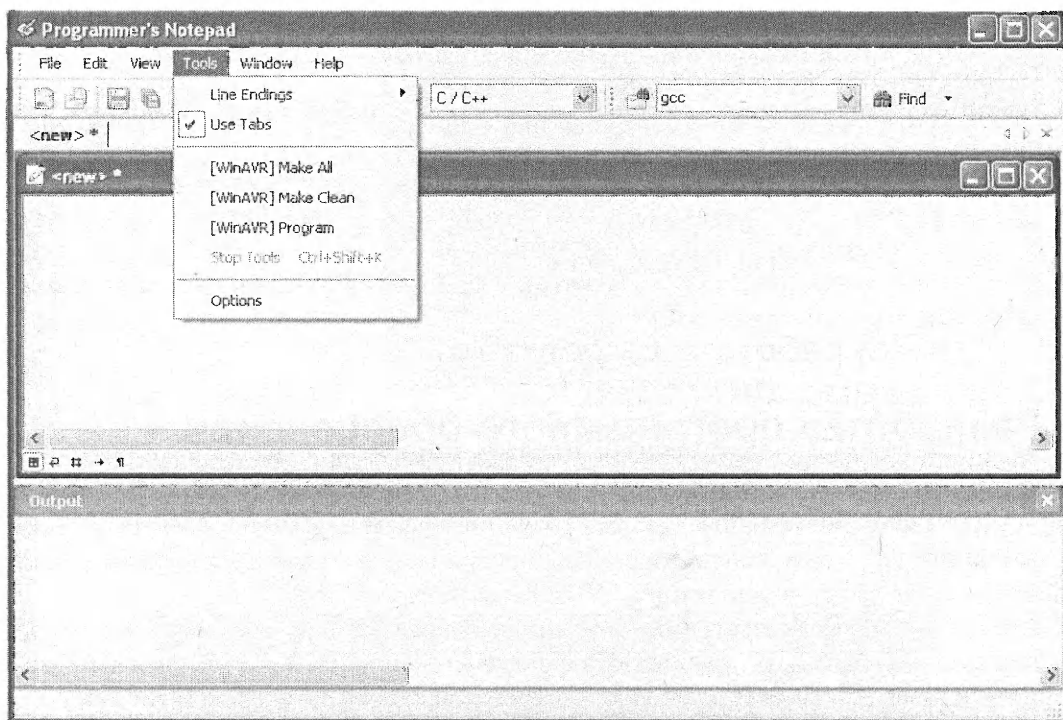

Рис. 1.29. Окно программы Programmer's Notepad
□ **Programmer's Notepad** — это универсальная интегрированная среда разработки для программирования на нескольких языках. Программа интегрирована с компилятором WinAVR. Для запуска Programmer's Notepad зайдите в меню **Windows | Programs | WinAVR (version) | Programmers Notepad**. На рис. 1.29 показано окно программы. Вы видите, что она имеет множество вкладок. Открыта самая важная вкладка — **Tools**. На этой вкладке три команды: